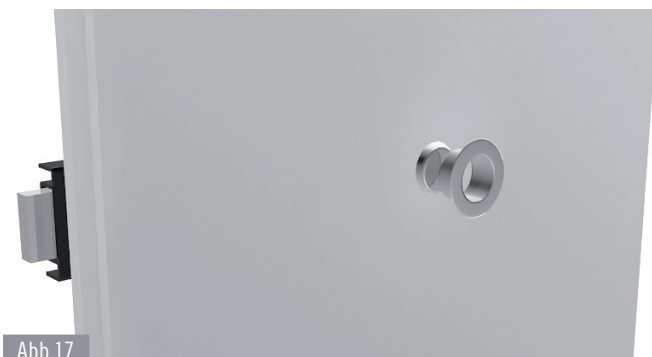

Abb. 17
8. Schlossabdeckung auf den Schlosskörper und die Riegel-Führungselemente legen und entsprechend der Türblattbreite abzüglich 3-15mm kürzen (Abb. 17).
10. Abdeckkappe auf den Schlosskörper und die Riegel-Führungselemente aufdrücken (Abb. 17).